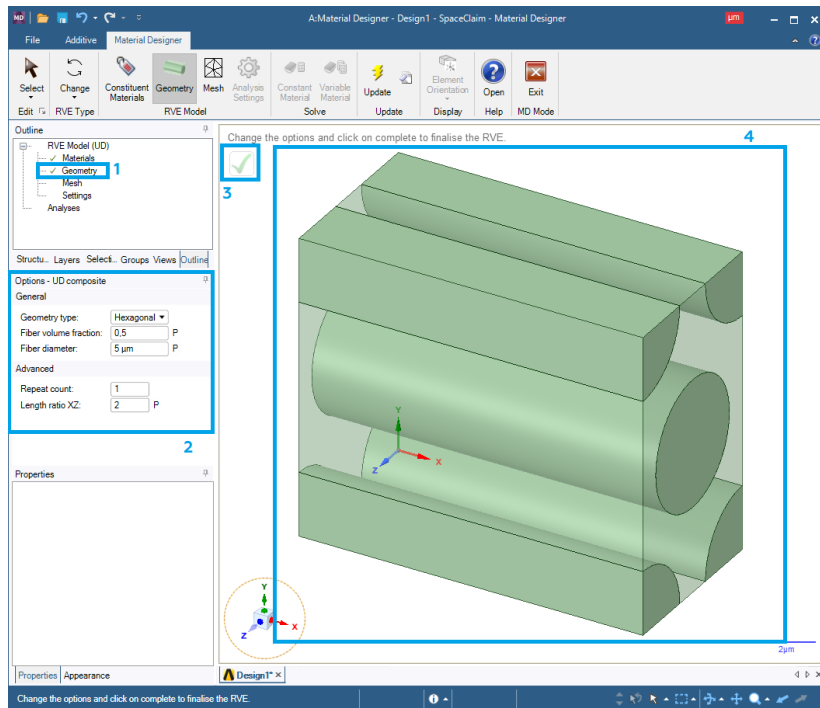

Рис. 9. Создание геометрии объемного элемента
6. Для создания геометрии объемного элемента (рис. 9) нажимаем ЛКМ на **Geometry** (1). После этого в левой панели настроек отобразятся настройки геометрии объемного элемента (2) (в зависимости от типа выбранного объемного элемента настройки могут быть различны). Нажимаем галочку (3) и на рабочем пространстве появится трехмерная модель сгенерированного объемного элемента (4).